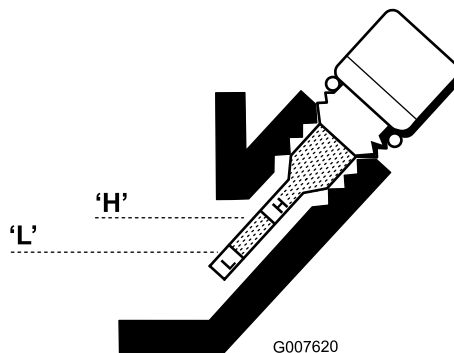

図 22
5. 不足であれば、ゲージの H と L の中間位置になるまで補給する（図 22）。**入れすぎないこと。**